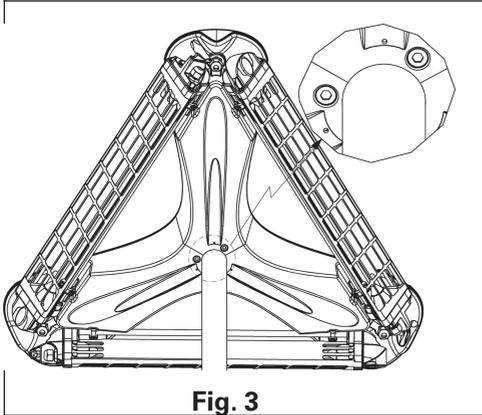

Fig. 3
3. Enfie a cabeça do aparelho na cimeira do tubo e aperte os 3 parafusos até o tubo ficar firmemente fixado (fig. 3).